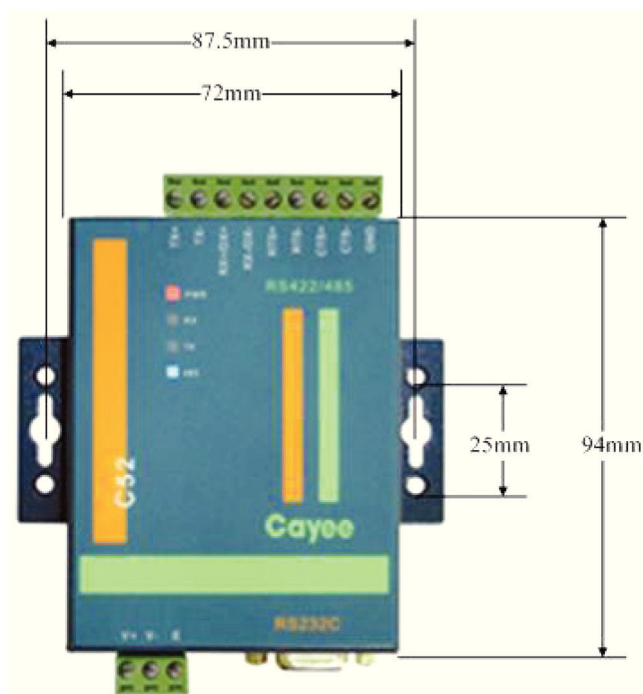

Рис. 7.4
7.2.1.2 Установочные размеры (рис. 7.4)